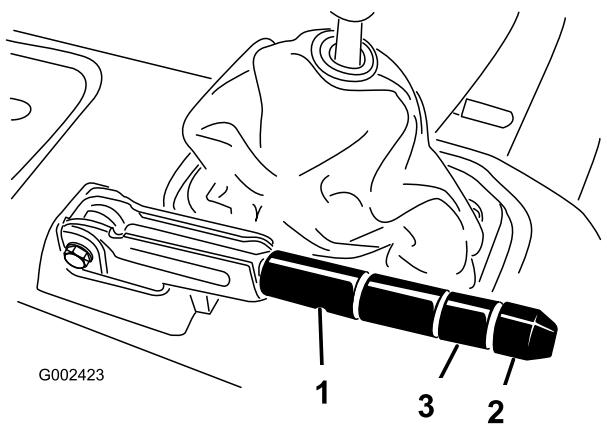

Figura 64
2. Afloje el tornillo de fijación que sujetta el pomo a la palanca del freno de estacionamiento (Figura 64).